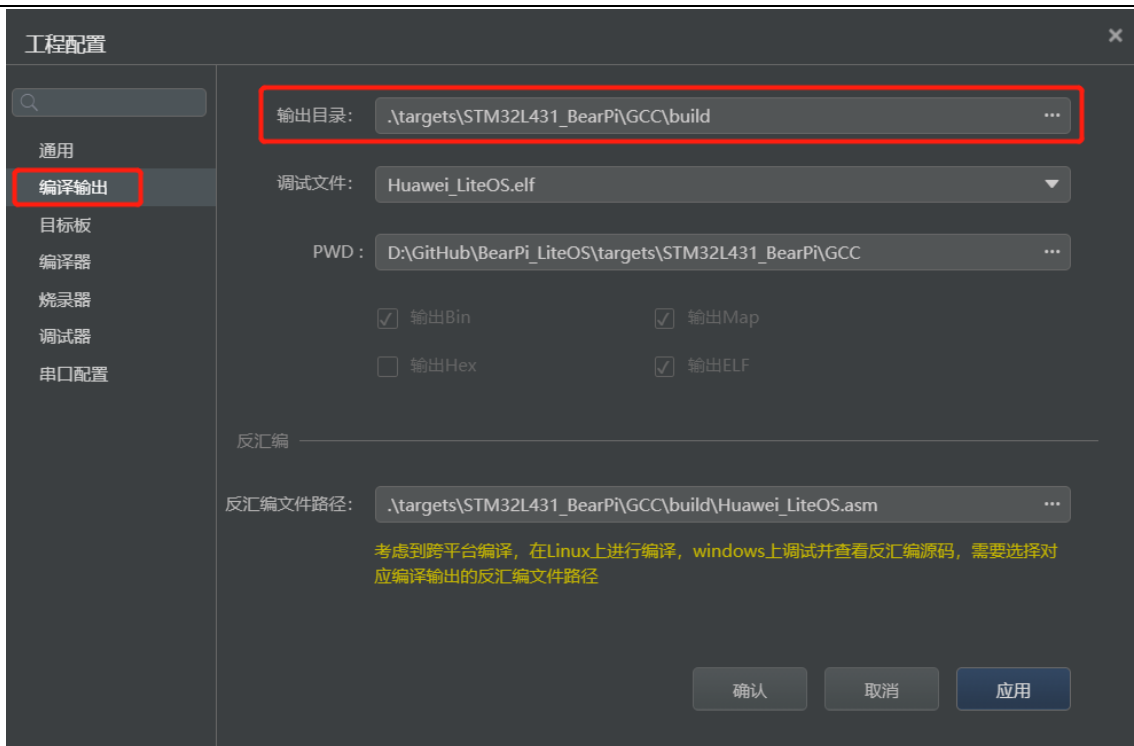

图 2-3 设置输出目录
2. 单击“编译输出”，“输出目录”选择当前工程下的 build 输出目录，具体路径请根据实际情况修改，其他参数默认配置，如图 2-3 所示。